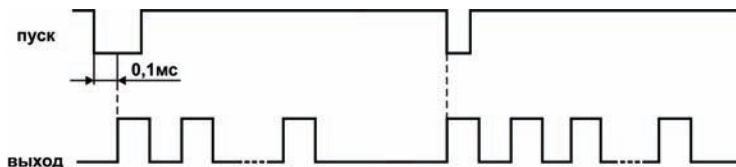

Рисунок 5
3.1.2.2 Импульс «**Пуск**» запускает выполнение программы сначала или с места установки (рисунок 5). Длительность импульса не менее 0,1 с. Задержка реакции прибора на сигнал «Пуск» составляет не более 0,1 мс.